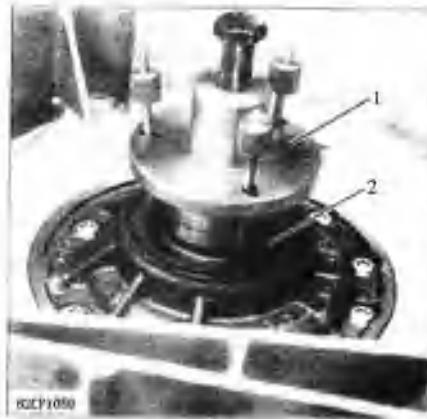

图 4.27 拆卸变矩器油封
- ③ 用变矩器油封拉器拉出变矩器油封，如图 4.27 所示。